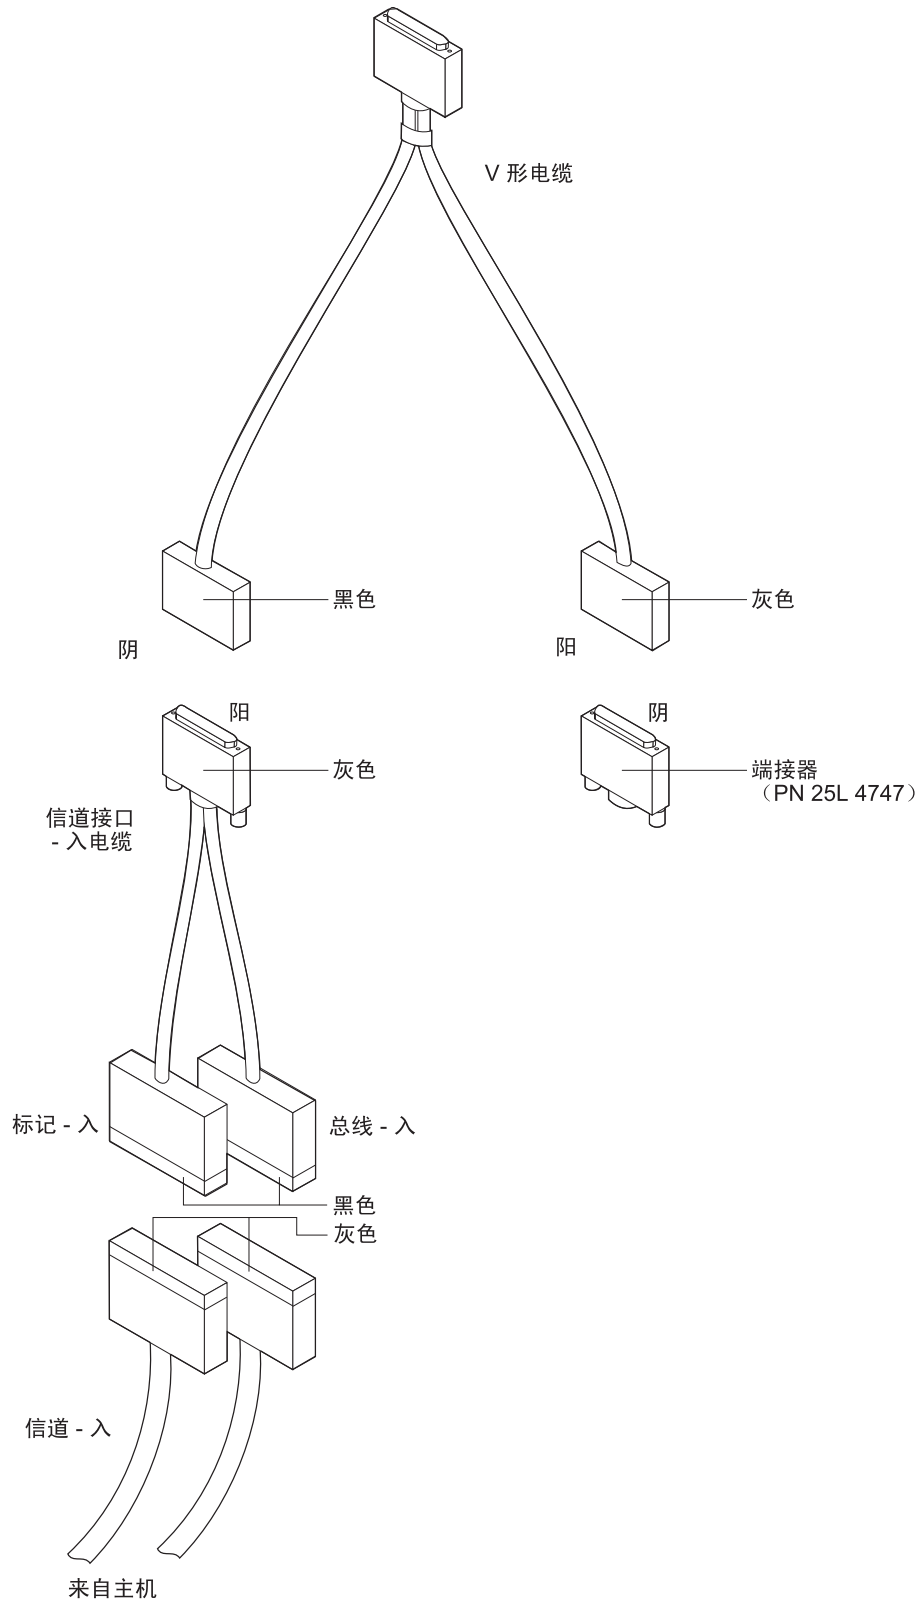
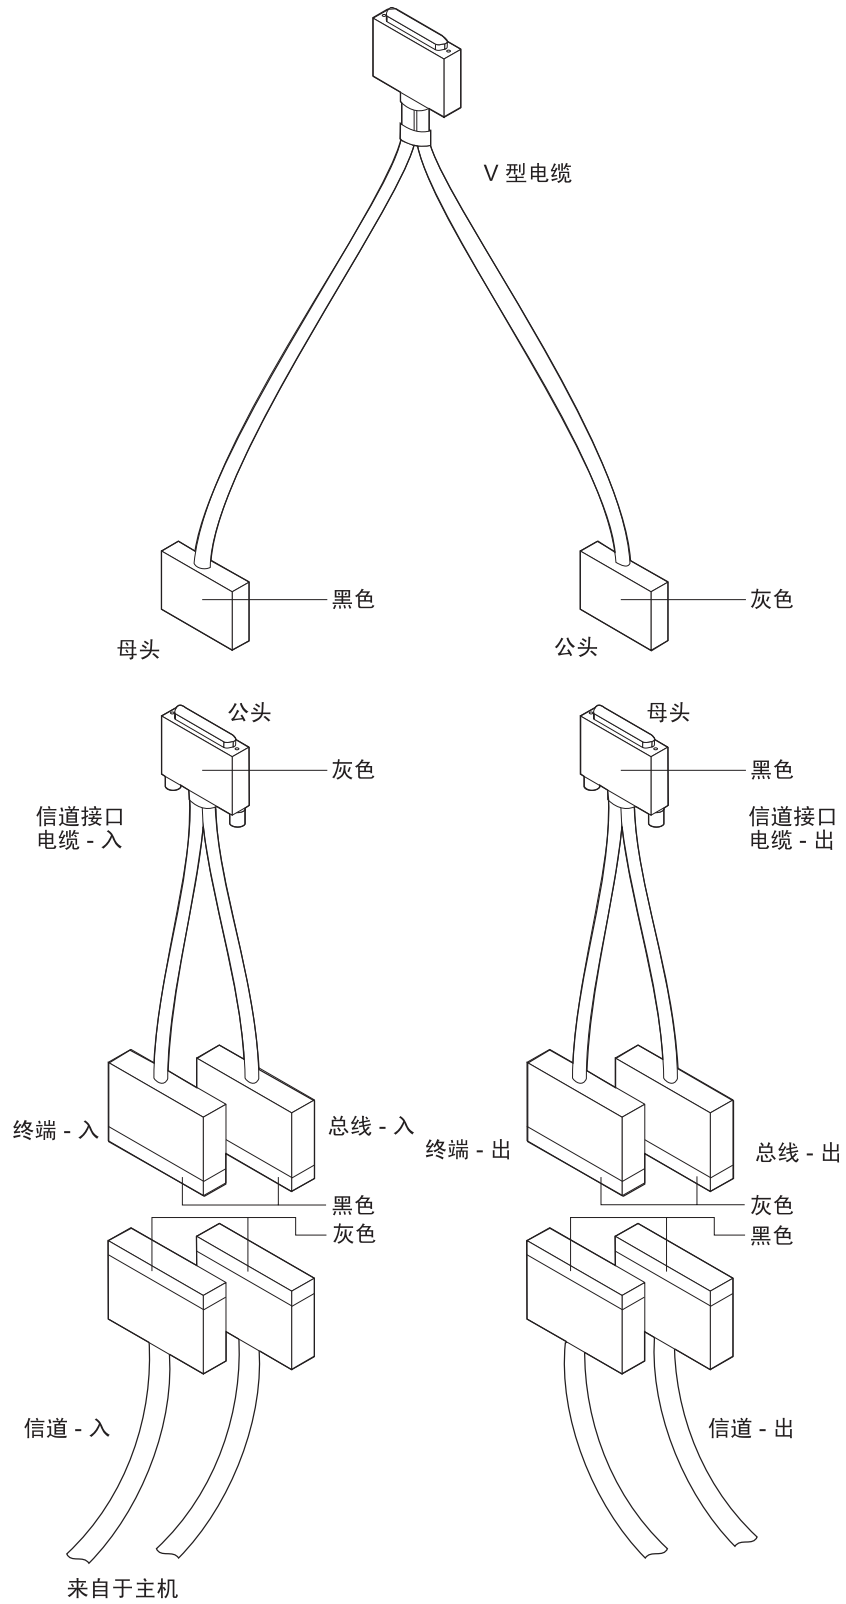
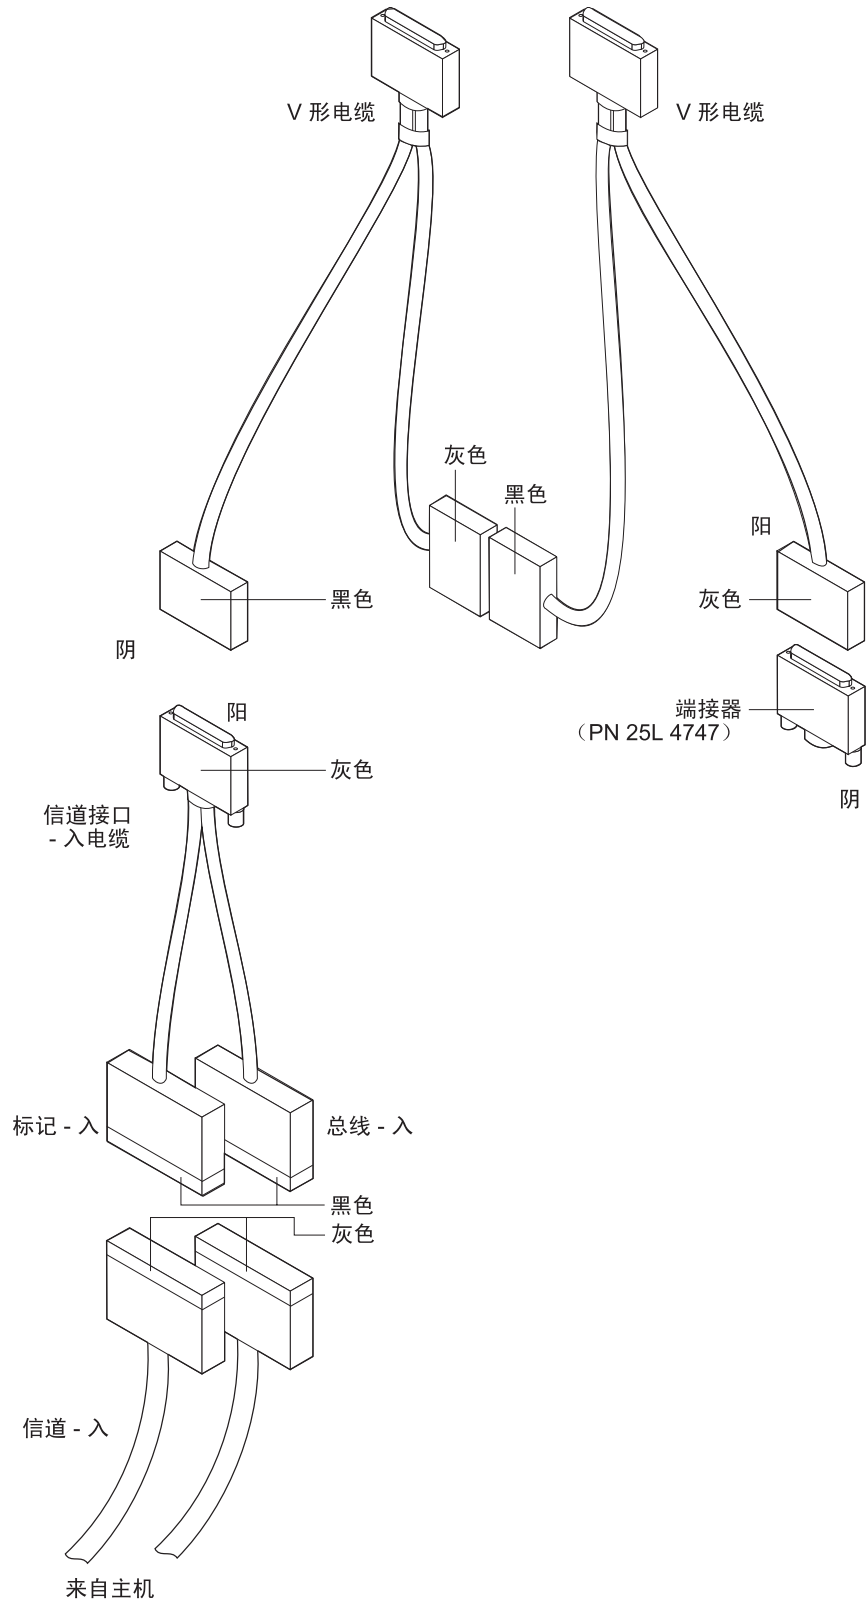

图 13. 信道末端的 IBM 2216 的电缆接法
图 14. 信道中间的 IBM 2216 的电缆接法
图 15. 互连的 V 形电缆
适配器通过信道接口电缆组（一根 V 形电缆和两根唯一可选顺序的信道接口电缆）与信道相连。第43页的图14 说明电缆如何与信道连接。
并行信道适配器与信道的标准连接是通过一根 1.8 m (6 ft) 的 V 形电缆和两根独立的信道接口电缆实现的 (请参阅第42页的图13和第43页的图14)。但是, 可以按下图所示, 以串联方式通过连接电缆互连多个适配器。
6. 请参考第42页的图13、第43页的图14和第44页的图15，继续后面的步骤。请在主机信道电缆前端连接并行信道适配器电缆。